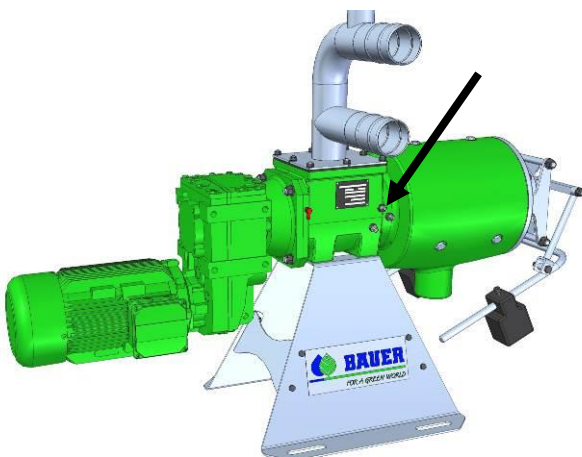

Abb.13-14: Abstreifschrauben
- Abstreifschrauben nachstellen (siehe Kapitel 13.4-Abb.13-14)